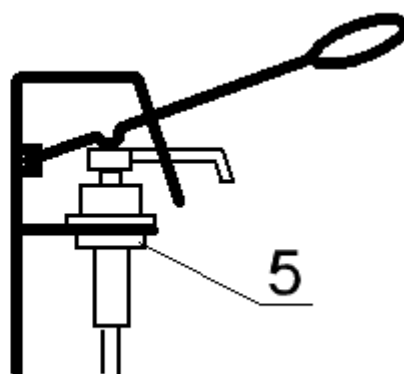

Рис. 5
- перед установкой флаконов с горлышком 24 мм, необходимо заменить центрирующую шайбу на переходную шайбу 5 с резьбой, входящую в комплект поставки (см. рис. 5). Для замены шайбы необходимо снять помповый узел с держателя. Удерживая одной рукой верхнюю часть держателя вместе с рычагом, другой рукой нажмите помпу до упора, и вытащите ее из паза, немного приподняв верхнюю часть держателя. Замените центрирующую шайбу на переходную шайбу с резьбой на 24 мм. Установите помповый узел в держатель в обратном порядке, установите флакон и накрутите переходную шайбу на горлышко флакона.